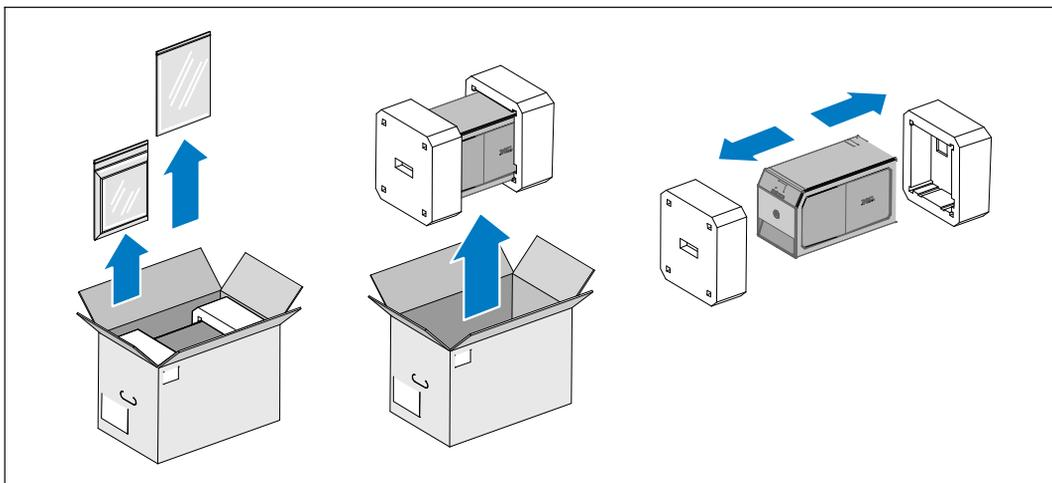

Рис. 2. Распаковка системы
- 1 Распакуйте систему и проверьте каждый элемент (см. Рис. 2).